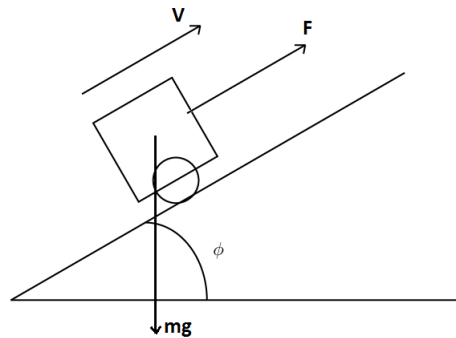
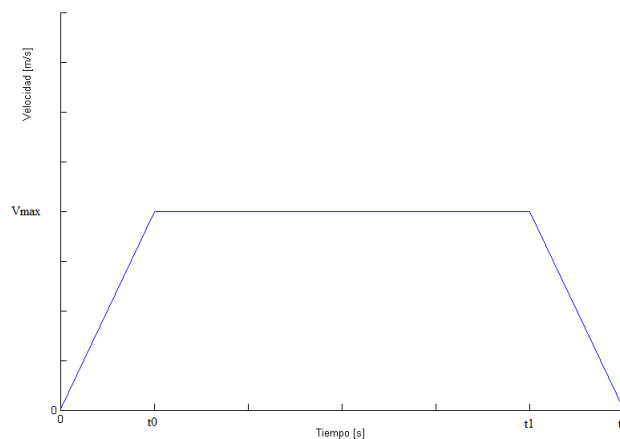

Figura 5: Robot en plano inclinado.
Figura 6: Perfil de velocidad del robot.
1. Considerando el robot de dos ruedas de radio r sobre un plano inclinado como se muestra en la figura 5, en el cual cada rueda está acoplada a un motor de corriente continua mediante una caja reductora de reducción. Si el robot está programado para seguir el perfil de velocidad que se muestra en la figura 6: